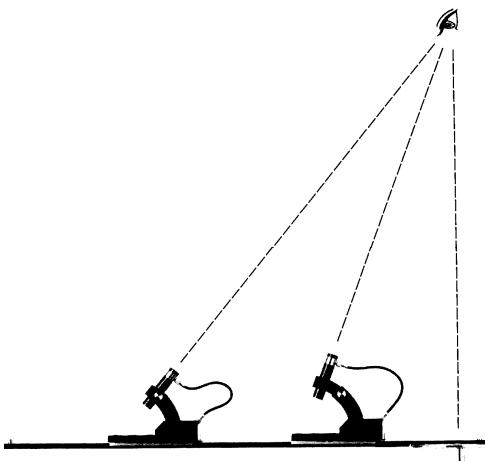
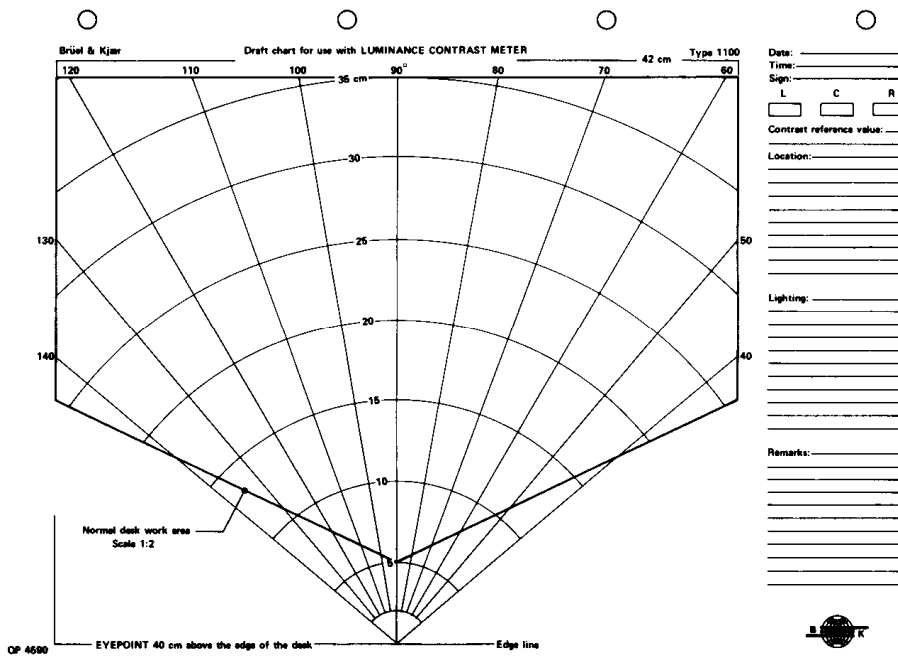

Bild 2: Automatische Einstellung der Messrichtung bei Verwendung des Goniometerarms
Bild 3: Koordinatenpapier QP 4590
Zur Ermittlung der CRF-Werte müssen die Leuchtdichten eines Kontrastnormals bzw. von Proben in Beobachtungsrichtung (Bild 2) gemessen werden. Als typische Beobachtungsrichtung für waagerechte Flächen ist ein Winkel von  $V_A=25^\circ$  (Blicklinie-Flächennormale) angegeben. Das gesamte Messfeld (Bild 3) eines üblichen Arbeitsplatzes kann mit einem Goniometerarm, der den Leuchtdichtemesskopf trägt, entsprechend dem Blickwinkel des Auges abgerastert werden. Die Referenznormale (schwarze und weiße Probe) werden nacheinander in den Beobachtungsstrahlengang gebracht und vermessen. Der Referenzkontrast beträgt bei vollkommen diffuser Beleuchtung  $C_N=91\%$ .
1. Bestimmen Sie die R und CRF-Werte an den Schnittpunkten von Bild 3 für die genannten Leuchteneinstellungen und tragen Sie die Werte in das Koordinatenpapier ein!